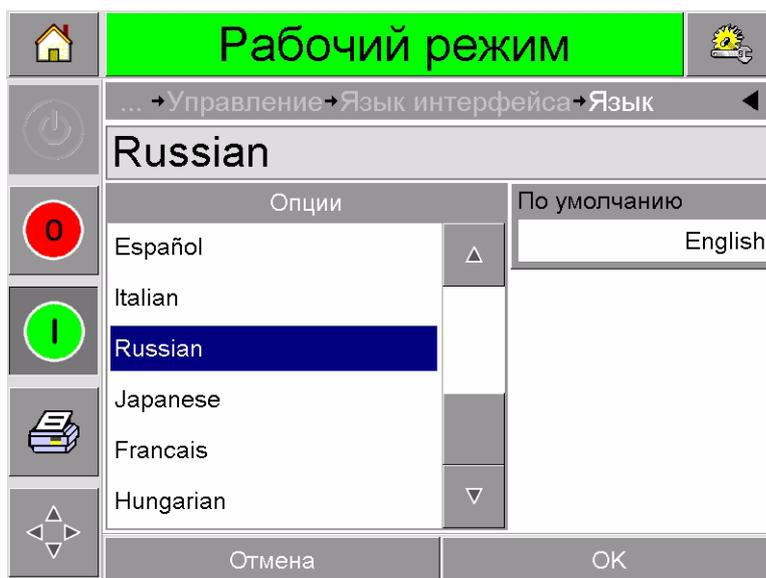

Рис. 3-12: Список регионов/стран
- 5 Нажмите кнопку Region («Регион»). Отображается список всех доступных регионов (Рис. 3-12).